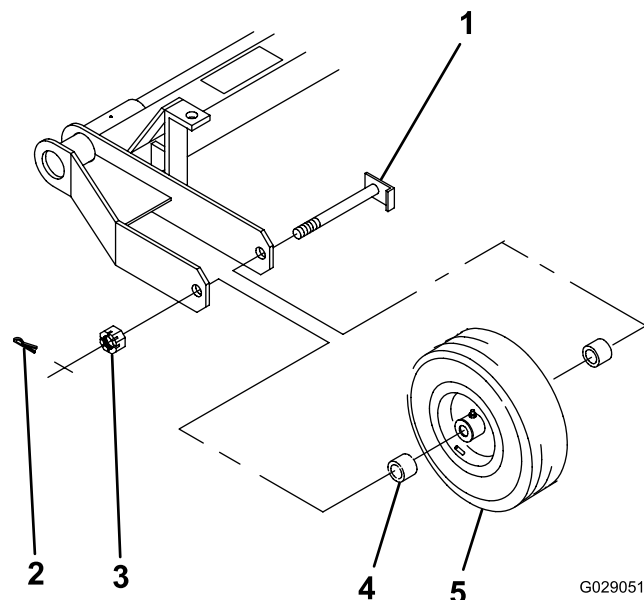

Рисунок 3
1. Расположите колесо в сборе и два разделителя колеса (по одному с каждой стороны ступицы колеса) в промежутке рамы, как показано на Рисунок 3.
2. Вставьте ось сквозь раму, разделители и колесо (Рисунок 3).